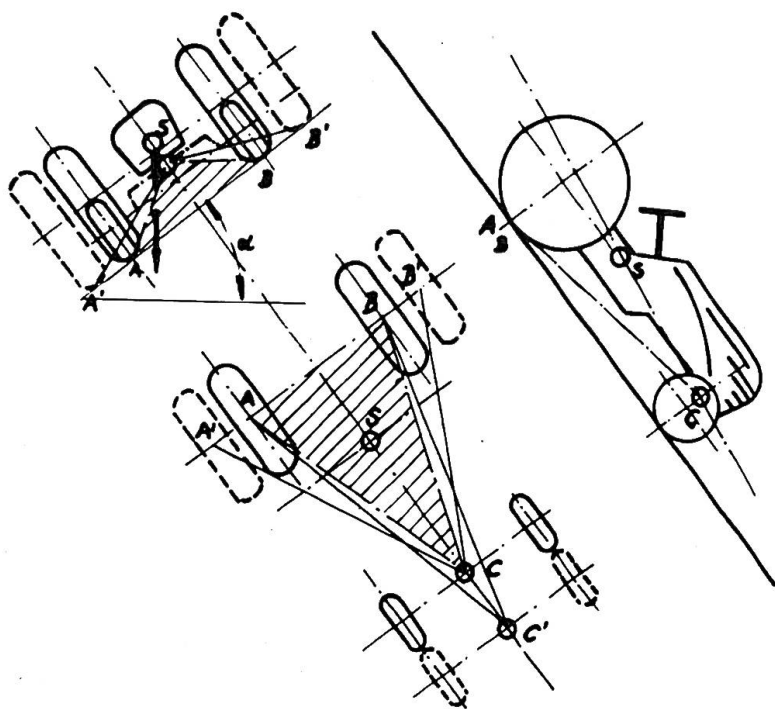

Fig. 1:
La figure 1 nous fait voir un tracteur de devant, d'en haut et de côté. Le triangle ABC représente la base de sustentation de cette machine, qui est formée par les deux points d'appui A et B des roues arrière sur le sol et par le point d'appui C du corps du tracteur sur l'essieu avant oscillant. Soulignons à ce propos qu'il serait erroné, et conduirait à de fausses conclusions, de considérer comme base de sustentation le quadrilatère obtenu en reliant les points d'appui des quatre roues, comme on le voit encore dans certains manuels. Cette base peut être admise pour les véhicules à châssis formant cadre, mais pas pour les tracteurs.
3. **Modification de l'empattement** — Comme on peut s'en rendre compte d'après la figure 1, un allongement de l'empattement permet aussi d'accroître la sécurité d'utilisation du tracteur, à condition, toutefois, que cette opération s'avère possible et ne modifie pas sensiblement l'emplacement du centre de gravité.